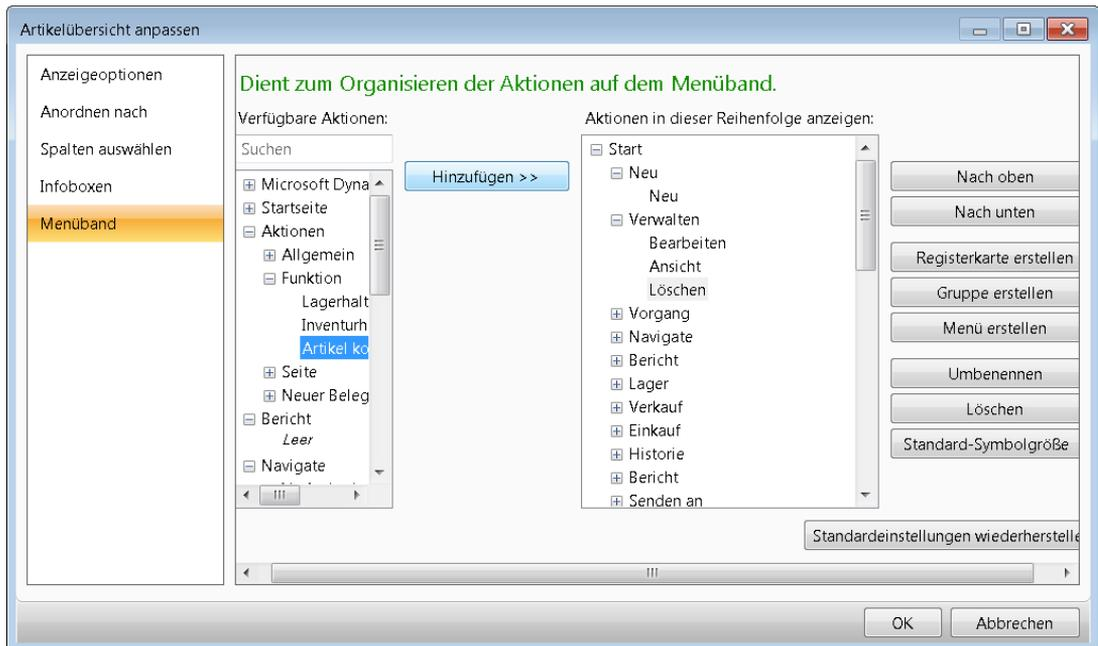

Abbildung 2.20 Hinzufügen des Befehls *Artikel kopieren* zum Menüband
8. Im Dialogfeld zur Seitenanpassung wählen Sie zunächst die Gruppe *Verwalten* unter dem Registereintrag *Start* und markieren den Menübefehl *Aktionen/Funktion/Artikel kopieren* (siehe Abbildung 2.20).